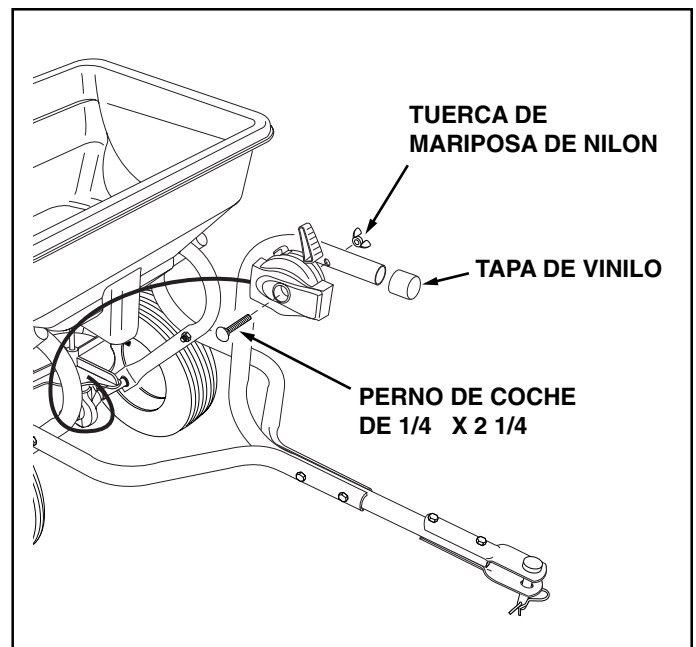

FIGURA 4
6. Coloque la tapa de vinilo en el Tubo de Control de Enganche. Vea la Figura 4.
7. Fije el Cable de Control en el Tubo de Control de Enganche, usando el perno de coche de 1/4" x 2-1/4" y la tuerca de mariposa de nylon. Vea la Figura 4.